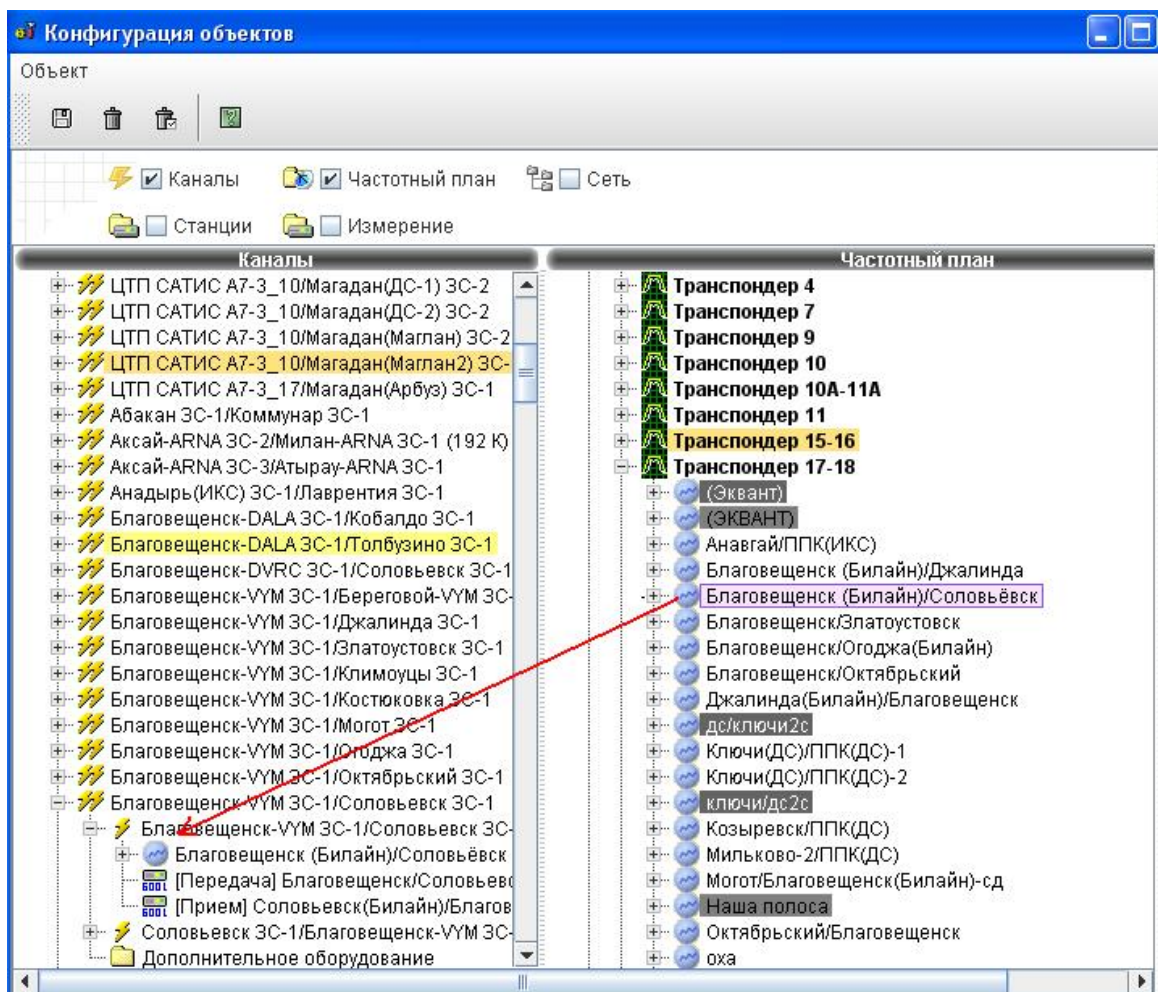

Рисунок 30 - Добавление несущих в дерево "Каналы".
- Из дерева «Частотный план» перетащить мышкой заранее созданные несущие в дерево «Каналы» (см. рис. 30).